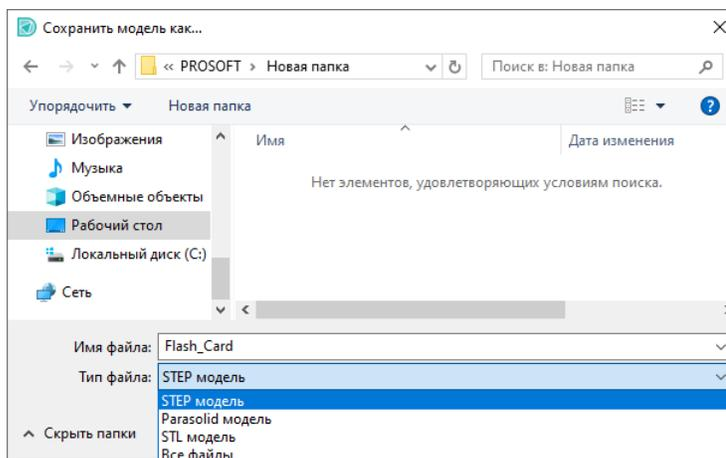

Рис. 580 Выбор формата сохранения 3D модели
2. Укажите в окне проводника место, где будет сохранена 3D модель платы, и имя файла для модели, выберите формат, в котором она будет сохранена, см. Рис. 580.